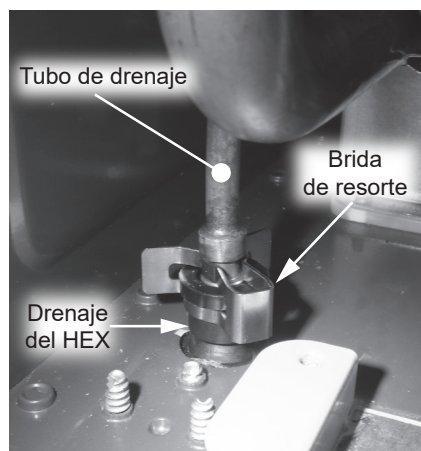

Figura 204 - Retiro de la brida de resorte del drenaje del HEX
- 16** Ubique el drenaje del HEX conectado al tubo de drenaje en el calentador de agua (lado inferior izquierdo). Retire la brida de resorte que fija el drenaje del HEX al tubo de drenaje y déjela a un lado en un lugar seguro para volver a instalarla. Consulte la Figura 204.